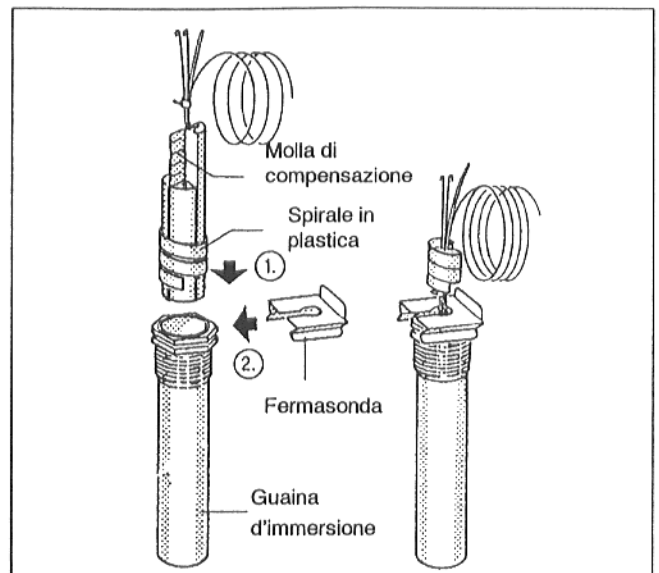

Fig. 9 Illustrazione schematica
- La spirale in plastica - per il fissaggio delle sonde - scorre indietro automaticamente quando viene inserita (Fig. 9).
- Per garantire un perfetto contatto tra la guaina d'immersione e le superfici della sonda e di conseguenza una sicura trasmissione della temperatura, la molla di compensazione deve essere inserita tra le sonde (Fig. 9).
- Premere il fermasonda dal lato o dall'alto sulla testa della guaina d'immersione (Fig. 9)